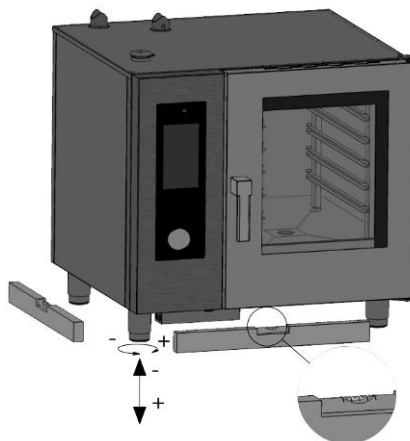

Рис.2
- Регулируемые ножки поставляются вместе с прибором и должны быть прикручены к его дну. Правильная и строго горизонтальная установка прибора обеспечивает его правильную работу. Прибор следует выровнять с помощью ножек и проверить строго горизонтальное положение с помощью горизонтали. С целью выравнивания достаточно вкрутить или выкрутить ножки (Рис. 2).